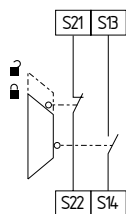

Fig. 6
**Circuito di sorveglianza porta di protezione a due canali con dispositivo di blocco secondo ISO 14119 (vedere Fig. 6)**